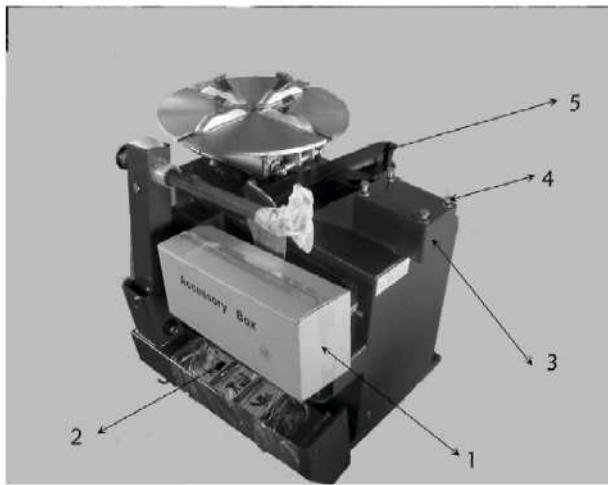
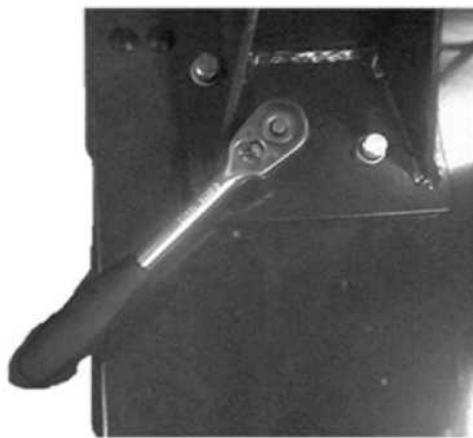
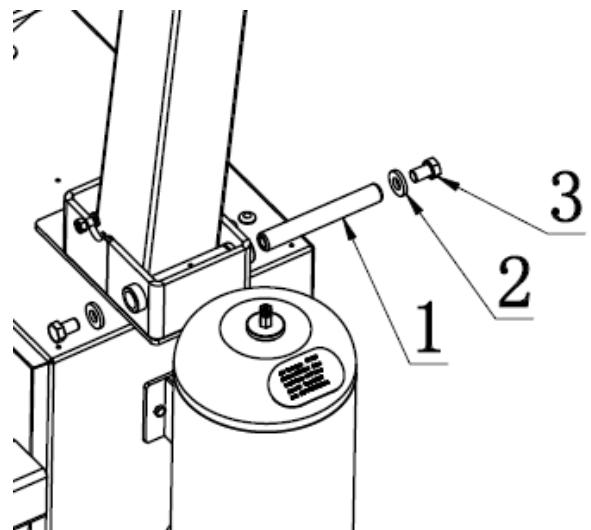

Рис. 4-1
Рис. 4-2
Рис. 4-6
Снимите коробку и достаньте коробку с аксессуарами (1) нож отрыва кромки шины (5) и стойку в сборе (2) (см. рис. 4-1). Зафиксируйте корпус.
Установите снятые болты, пружинную и плоскую шайбы (рис.4-1) обратно. Затяните болты с усилием 70 Н·м (рис. 4-2), используя динамометрический гаечный ключ.
Выровняйте стойку так, чтобы проушины в нижней части стойки совпадали с проушинами седла на корпусе станка. Далее, вставьте ось (рис. 4-6, поз. 1) в проушины, затем наденьте шайбы (рис. 4-6, поз. 2) и болты (рис. 4-6, поз. 3) с обеих сторонах оси для крепления. Затяните болты с усилием 70 Н·м (рис. 4-2), используя динамометрический гаечный ключ.